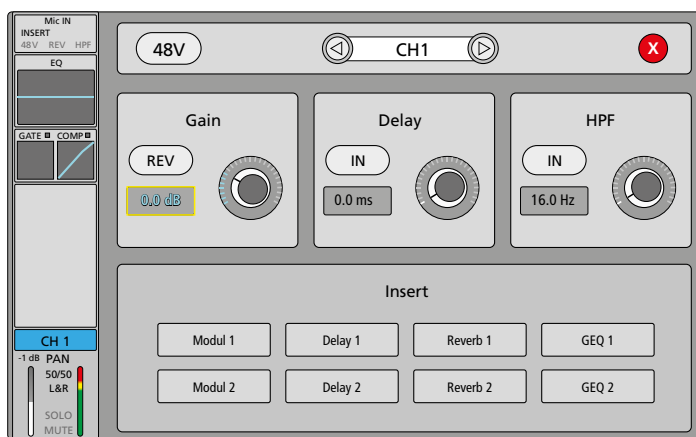
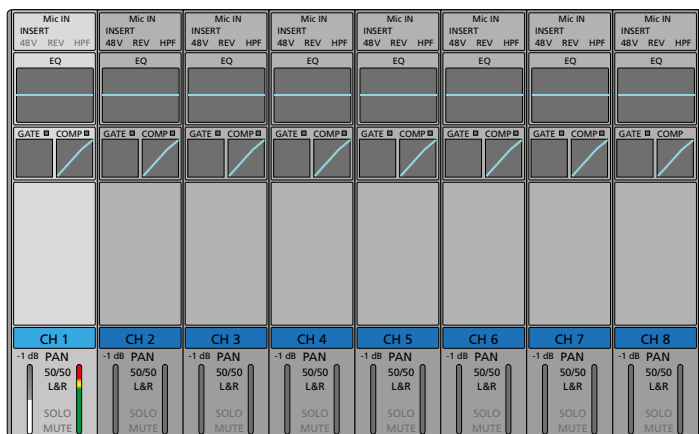

Abb. 5 Eingangsanspassung
Abb. 4 Übersicht der Eingangskanäle
- 1) Die Taste  $\cup$  (2) ca. 5 s lang drücken. Der Bildschirm (1) zeigt nach einem Startbild die Übersicht der Eingangskanäle IN 1–8 (Abb. 4) und das Pult ist einsatzbereit.
- 3) Den Eingangskanal „CH 1“ durch Drücken der Taste SEL (10) auswählen. Die Taste leuchtet und der Kanalstreifen in der Übersicht wird hervorgehoben.
- 4) Um die Ansicht der Eingangsanpassung (Abb. 5) aufzurufen, auf das Feld „Mic IN“ im obersten Teil des hervorgehobenen Kanalstreifens tippen.